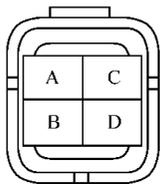

图 4-12 门锁执行器连接器 (驾驶员侧)
(1) 拆下车门装饰板。
(2) 检查门锁执行器插头的通断状况，如图 4-12 所示。门锁打开时，端子 C 与 D 应导通。否则更换门锁执行器。